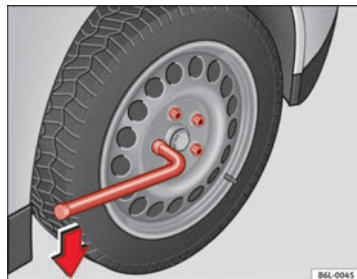

Fig. 142 Changement de roue : dévissez les vis de roue
- Attrapez la clé par l'extrémité et faites-lui faire environ un tour vers la **gauche** ⇒ fig. 142.